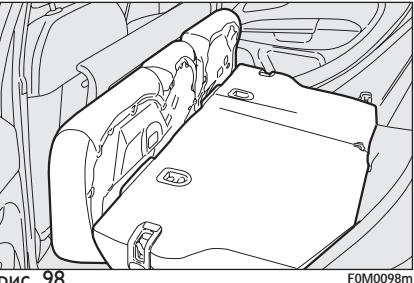

рис. 98
### Полное увеличение объема багажника рис. 98
- поднимите рукоятки **A** и **B**-рис. 98 для отпуска спинок сидений и направления их на шторки.